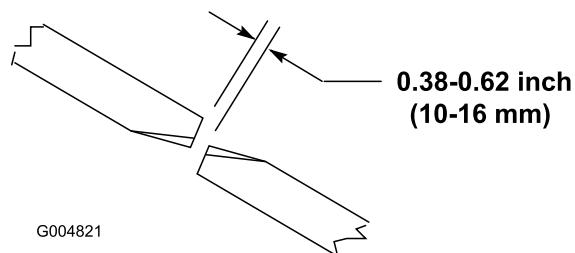

Figura 24
Per garantire il funzionamento ottimale dell'apparato di taglio occorre una luce di 10–16 mm tra la punta delle lame degli apparati di taglio laterali e quelle dell'apparato centrale (Figura 24).
2. Ruotate una lama centrale ed una laterale adiacente in modo che le punte delle loro lame siano allineate. Misurate la distanza tra le punte delle lame, che deve essere di 10–16 mm circa (Figura 24).